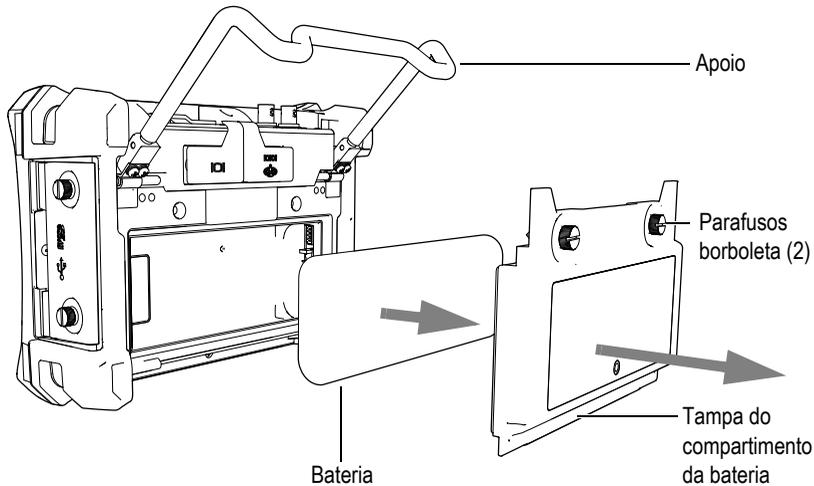

Figura 1-7 Remoção da bateria de íons de lítio
2. Na parte de trás do aparelho, solte os dois parafusos que prendem a tampa do compartimento da bateria (veja a Figura 1-7 na página 29).
3. Retire a tampa do compartimento da bateria (veja a Figura 1-7 na página 29).
6. Instale a tampa do compartimento da bateria na parte de trás do aparelho e depois aperte os dois parafusos para concluir a instalação (veja Figura 1-7 na página 29).